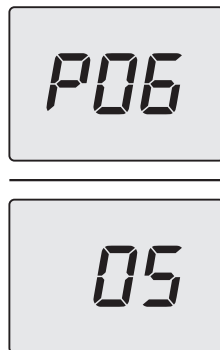

Figura 5.33
- Scorrere i vari parametri utilizzando i tasti 12 (indietro) o 14 (avanti) fino a far apparire sul display LCD le lettere **P06** che si alternano con il valore del parametro (Figura 5.33).